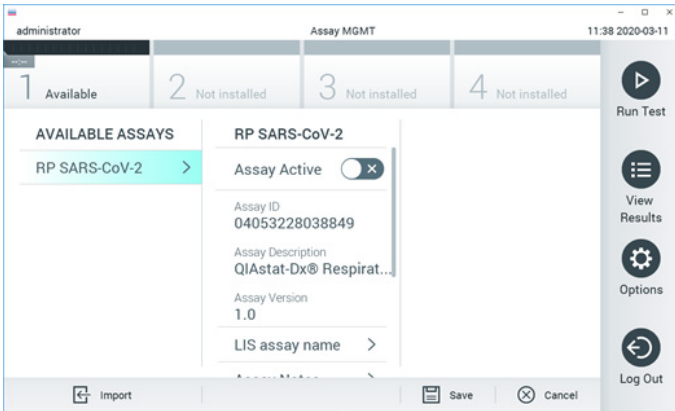

图 89. Assay Management（检测管理）屏幕。
2. 按下 Options（选项）按钮，然后选择 Assay Management（检测管理）。显示屏的内容区域会出现 Assay Management（检测管理）屏幕（图 89）。